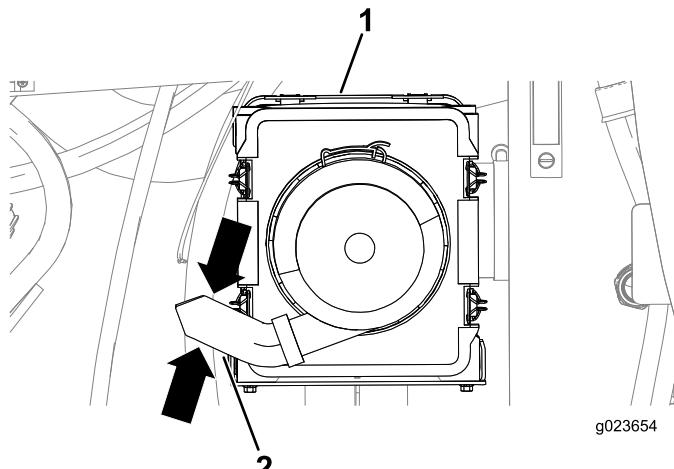

Figura 84
- Apriete los lados de la válvula de polvo situada en la tapa del limpiador de aire para vaciar el agua, el polvo y la suciedad de la válvula (Figura 84).